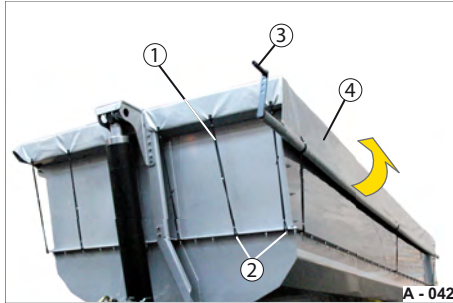

Abb. 52 Rollverdeck geschlossen
- ▶ Hängen Sie alle Gummiseile (Abb. 52/1) aus den Verschraubungen (Abb. 52/2) der Mulde aus.
- ▶ Öffnen Sie die Plane (Abb. 52/4) durch Drehen der Handkurbel (Abb. 52/3) - vorsichtig aufrollen. Die Plane rollt sich komplett bis zu den Halte-Winkeln auf.